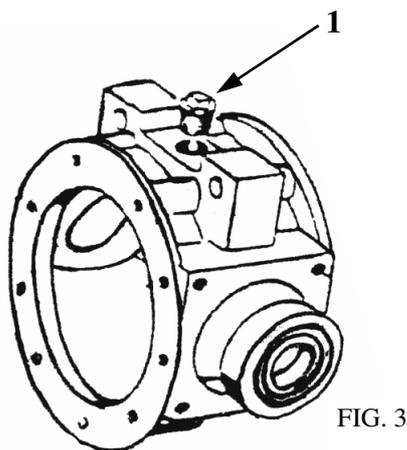

FIG. 3
- Verificare il livello dell'olio nella scatola del gruppo dopo avere svitato il tappo posizionato sopra la scatola stessa (1 di fig.3). La quantità di olio è corretta quando il suo livello si trova in corrispondenza della linea di mezzzeria della scatola.
- Nel caso in cui la zappatrice sia nuova, dopo le prime 100 ore di lavoro è necessario cambiare completamente l'olio della scatola del gruppo e quello del carter laterale della trasmissione a catena. La sostituzione dell'olio della scatola si effettua scaricando tutto l'olio dalla scatola stessa dopo aver svitato il tappo posizionato sopra di essa (1 di fig.3) e dopo aver inclinato opportunamente la zappatrice. La sostituzione dell'olio del carter si effettua scaricando completamente l'olio dal foro di livello situato in basso nel carter stesso (sempre dopo aver inclinato opportunamente la zappatrice). Le sostituzioni dell'olio di cui sopra sono rese necessarie dal fatto che gli ingranaggi sono nuovi e il loro ingranamento è soggetto ad un'usura maggiore del dovuto. Utilizzare il tipo di olio seguente: SAE 80 W 90 API GL 4.